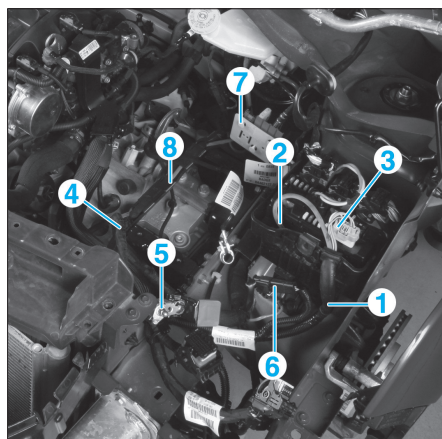

FIG. 66
- le faisceau (1) du bornier en (2) et (3) (Fig.66),
- le faisceau électrique moteur (4) en (5),
- le connecteur en (6),
- le connecteur du bornier de bac batterie (7).
- Déposer support du faisceau (8).